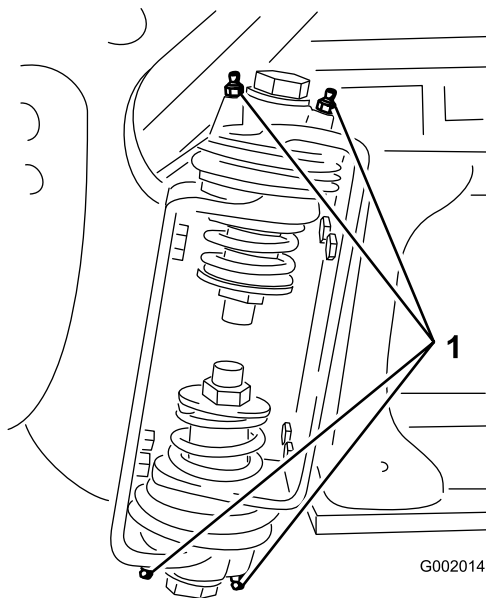

Figura 45
2. Bombée grasa en el cojinete o casquillo de cada punto de engrase Figura 45.